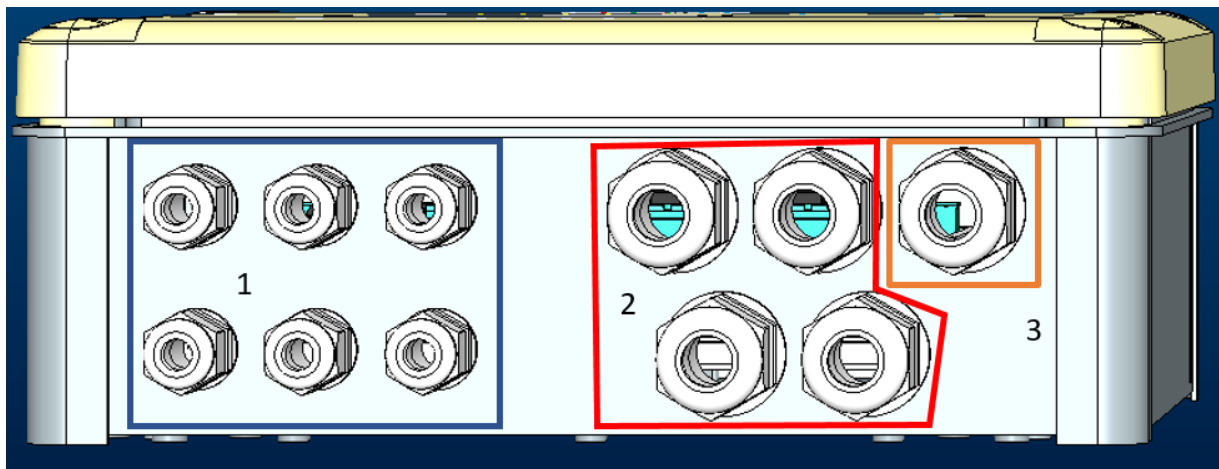

Figure 1 : Image de face du serre-câble
1. Insérez le câble dans le serre-câble indiqué sur la Figure 1, entouré en orange (Serre-câble 3)
Selon l'application, l'utilisateur peut effectuer d'autres connexions électriques, voir la Figure 1.